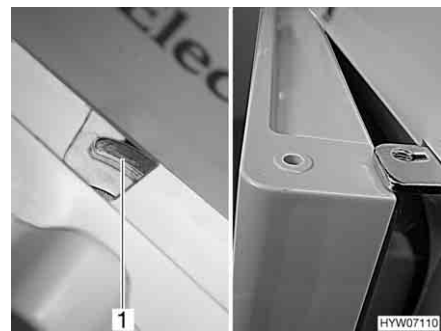

Bild 136 Kühlschranktür in Lüftungsstellung (Dometic 7er-Reihe)
- Verriegelung ganz nach rechts schieben. Die Kühlschranktür ist mit Hilfe der Türarretierung (Bild 136,1) fixiert. Die Kühlschranktür bleibt damit leicht geöffnet (Bild 136).